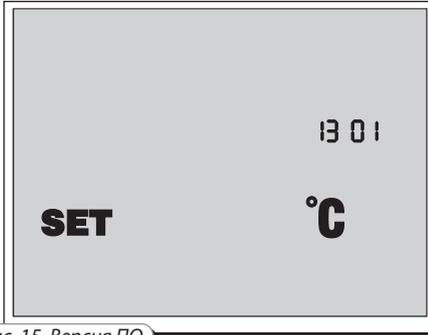

Рис. 15. Версия ПО
- Нажмите кнопку  для отображения на дисплее панели управления кода платы контроллера и кода версии программного обеспечения (рис. 15).